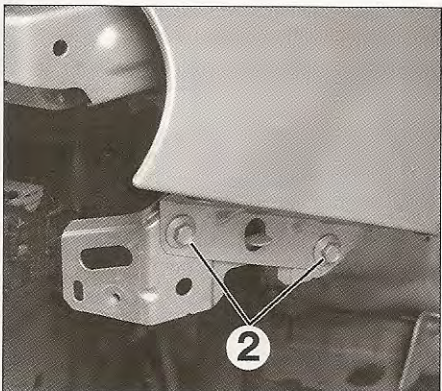

FIG. 11
- Desmontar los tornillos de fijación inferiores delanteros (2) (fig. 11).